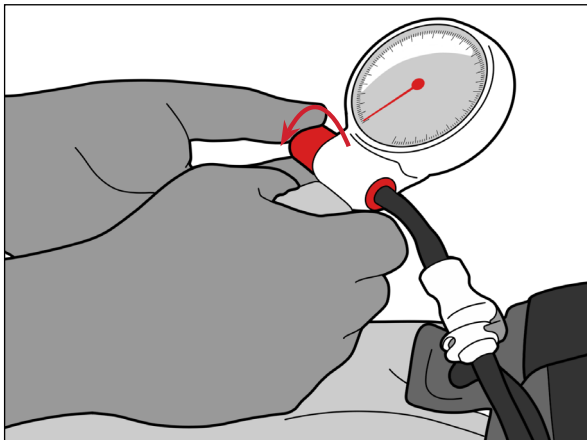

Figure 8
1. D'abord, fermer la valve en tournant le bouton vers soi (Figure 8).